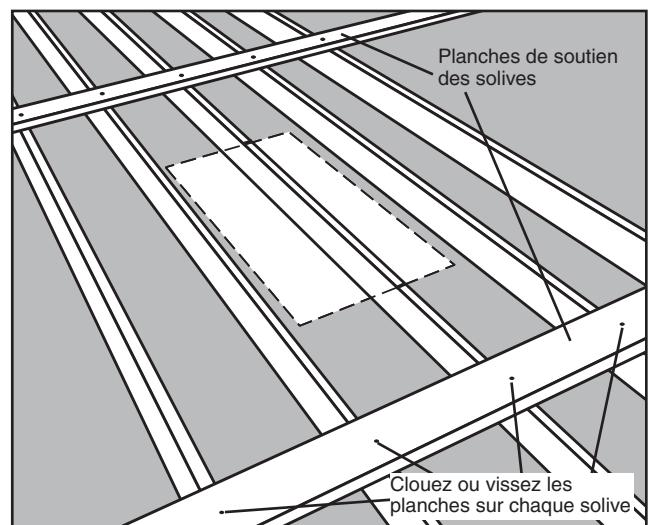

FIGURE 9
Étape 2. Coupez (2) planches de la taille des solives assez longues pour relier (2) solives de chaque côté de votre emplacement choisi (Voyez la Figure 9). Ces planches vont soutenir les solives qui vont être coupées et aider à empêcher le plafond de s'affaisser ou de s'écrouler complètement pendant que vous travaillez dans l'espace du dessus.
Étape 3. Placez ces planches approximativement à 61 cm du bord de votre emplacement choisi, et clouez-les (Voyez la Figure 9).